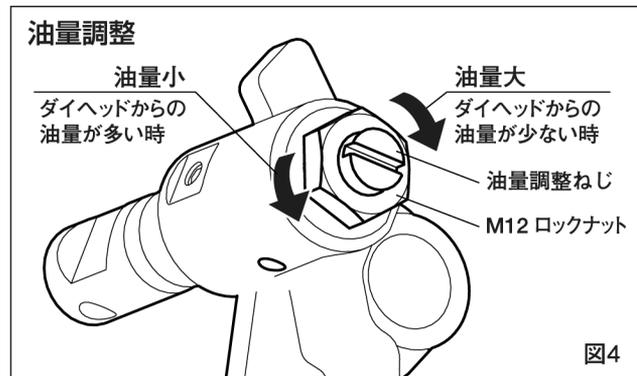

図4
■油量調整の方法（図4）
- ①ロックナットを緩めて、油量調整ねじを左側に回転させると油量が少なくなり、右に回すと油量が多くなります。
- ②適量に調整後は、ロックナットを締めて固定してください。